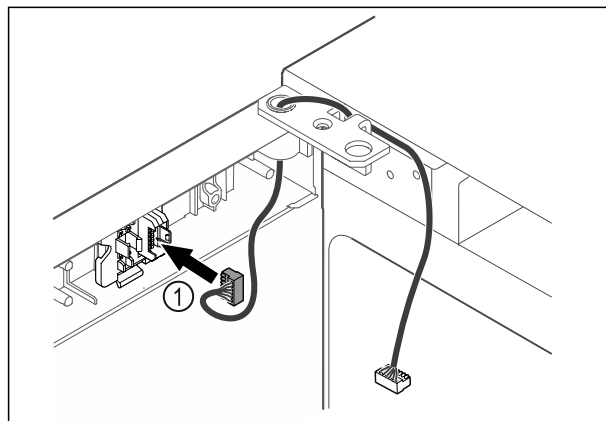

Fig. 63
- ▶ Wtyczkę Fig. 63 (1) należy włożyć w uchwyt wtyczki.